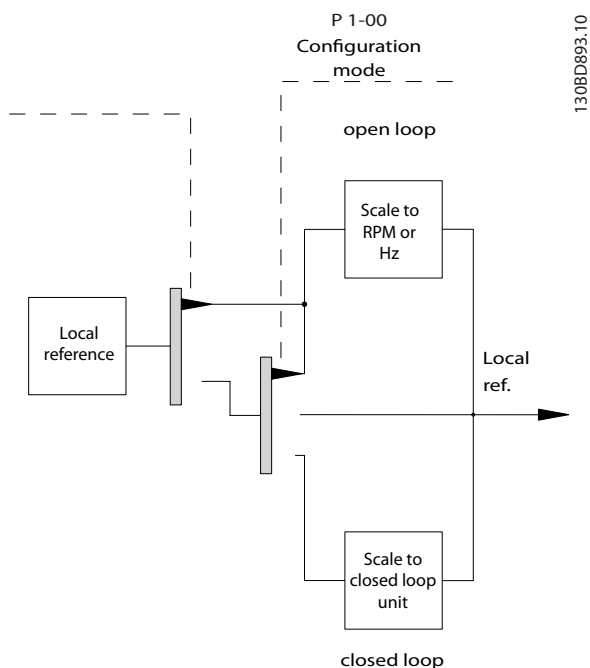

Abbildung 2.14 Regelverfahren
- Abbildung 2.14 veranschaulicht das manuelle Regelverfahren für den Ortsollwert.